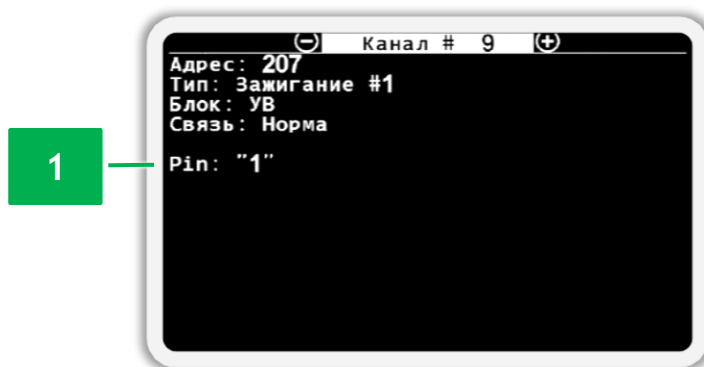

Рисунок 55 Экран просмотра состояния датчика положения ключа зажигания
- Текущее значение логического уровня на входе в устройство ввода (см. Рисунок 55 п.1).